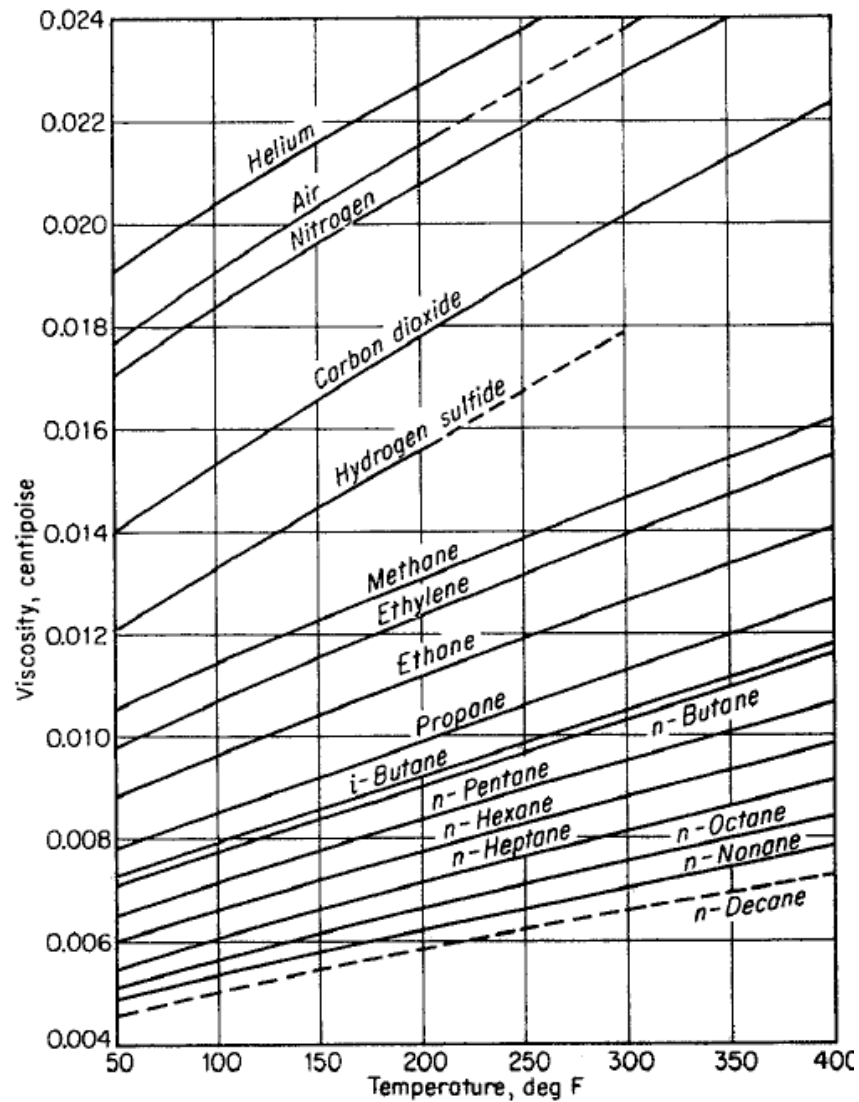

Fig. 4-97. Viscosity of gases at atmospheric pressure. (Can Kobayashi, and Burrows, 4-106. Courtesy AIME.)
۲- تعیین ویسکوزیته هر یک از اجزاء گازی را در فشار اتمسفری: μ_{1gi} : برای این منظور از Figure 4-97 استفاده می کنیم که در دمای مسئله می توان μ_{1gi} را خواند.
- مرحله دوم: تعیین ویسکوزیته هر یک از اجزاء گازی را در فشار اتمسفری μ_{1gi} از Figure 4.97 که مقادیر در جدول صفحه قبل وارد شده اند.